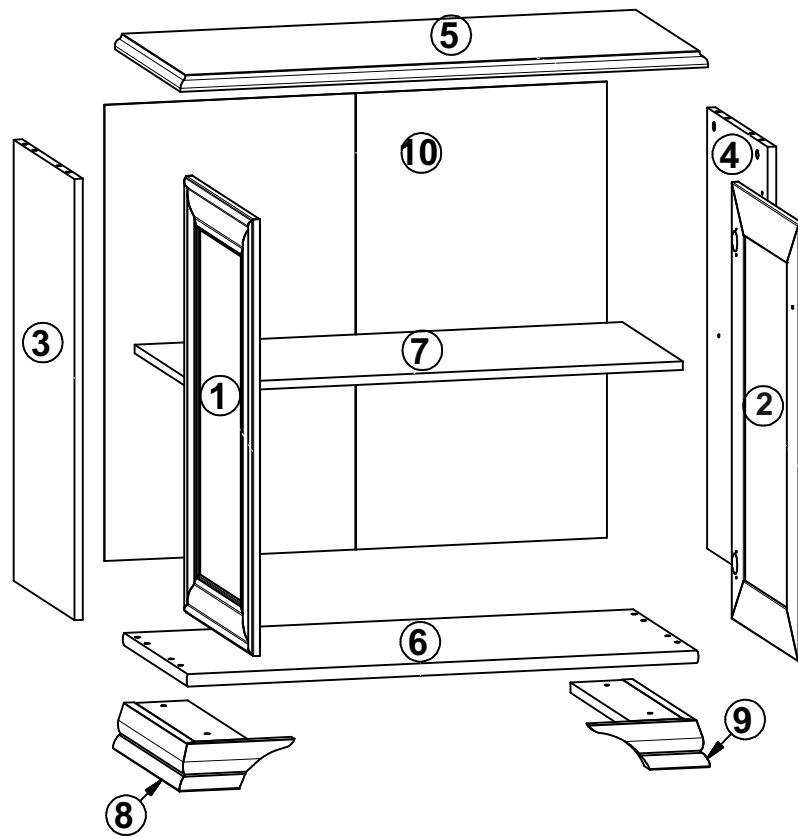

Рисунок 2
2. В отверстия $\varnothing 8$ мм на верхних и нижних кромках стенок боковых **3, 4** вбить деревянные шканты **f1** (см. рис. 2).
5. В местах кернения на внутренних поверхностях стенок боковых **3, 4** прикрутить еврошурупам **e2** ответные планки петель **b19**, в отверстия $\varnothing 5$ мм вбить полкодержатели **d1** (см. рис. 2).